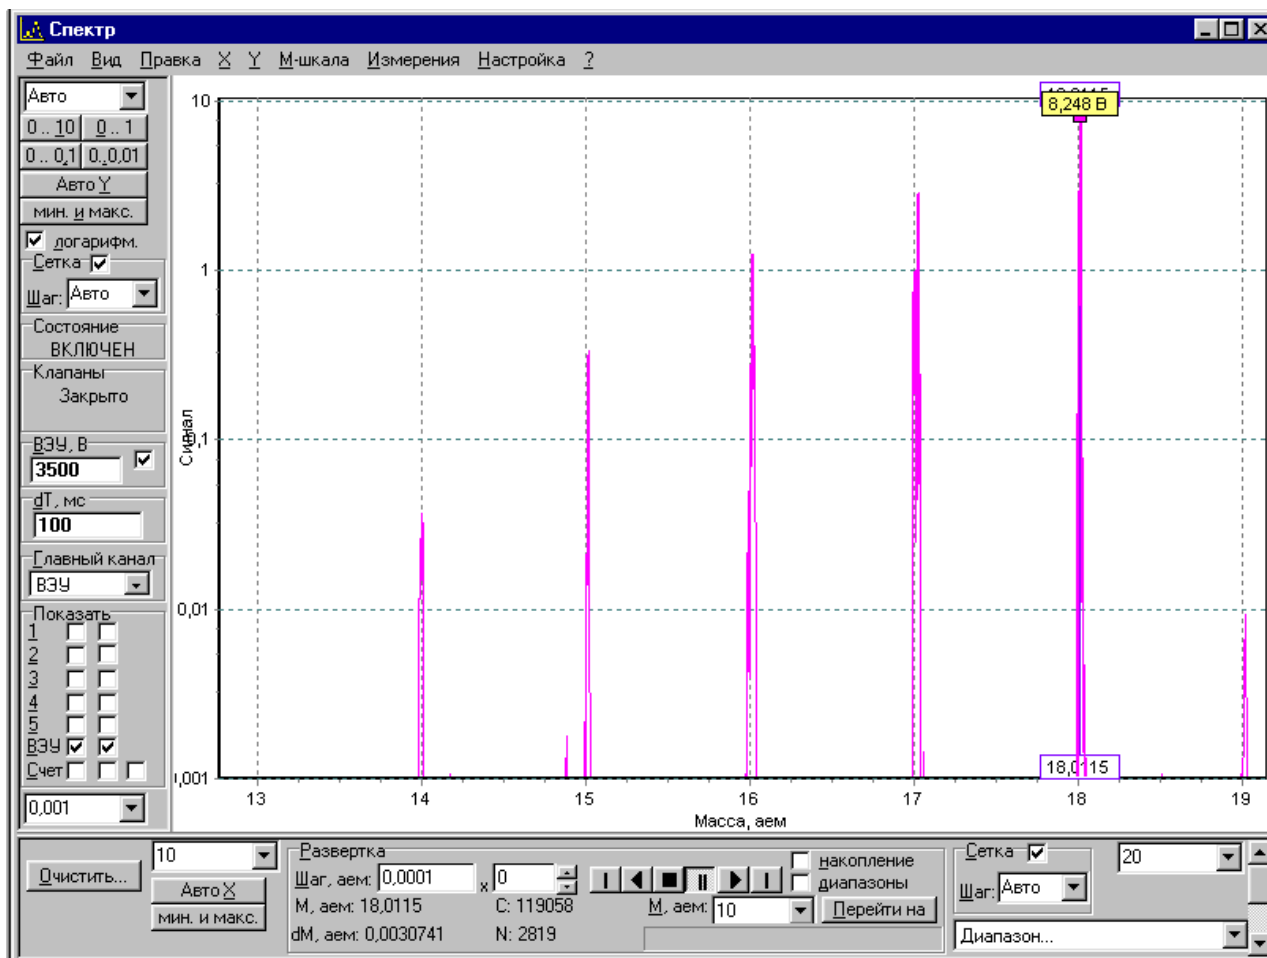

Рис. 3.7. Окно спектр
9. Появится окно «Спектр» (рис. 3.7).
16. Попробуйте записать масс-спектр остаточных газов в выбранном диапазоне масс (10...25 а.е.м.). Он должен иметь вид, близкий к изображенному на рис. 3.7.